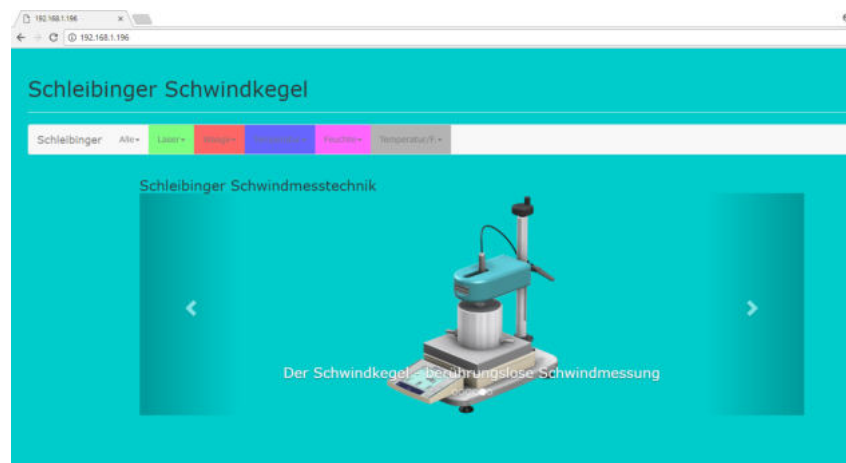

Abbildung 12: Startbildschirm
- Öffnen Sie den Browser und geben Sie den Hostnamen oder die IP-Adresse im Adressfeld ein. Der Startbildschirm wird angezeigt (Abb. 12).